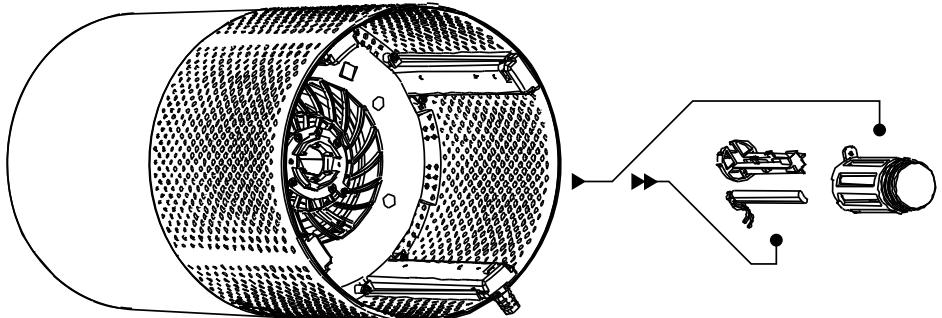

рис. 3
2. Встроенный фильтр (7) можно периодически очищать от пыли влажной салфеткой, особенно со стороны фильтра предварительной очистки (снаружи). Вы также можете аккуратно пропылесосить фильтр на небольшой мощности всасывания, используя щетку с мягкой щетиной. Не погружайте фильтр в воду и не разбирайте его. Если очиститель сигнализирует о необходимости замены фильтра свечением индикатора, замените фильтр на новый (см.: ОПИСАНИЕ СБОРКИ И РАЗБОРКИ ФИЛЬТРА). В нормальных условиях очиститель будет сигнализировать о необходимости замены фильтра каждые 6 месяцев, однако при высокой интенсивности работы устройства это время может сократиться. Заменяйте фильтр каждые 6 месяцев, даже если прибор не указывает на необходимость его замены.
3. При замене фильтра емкость фильтра (8) очистите влажной салфеткой.
- снимите с устройства фильтр (7)
- положите устройство на бок (рис. 3)
- открутите винт крепления корпуса УФ-лампы (9)
- установите в очистителе фильтр (7)